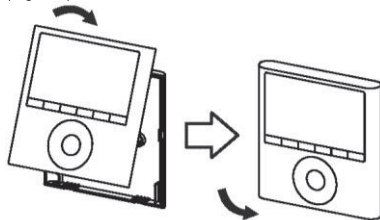

Fig. 3-9
- Après le réglage et le verrouillage du boîtier supérieur ; évitez de pincer le câblage lors de l'installation. (Fig. 3-9)